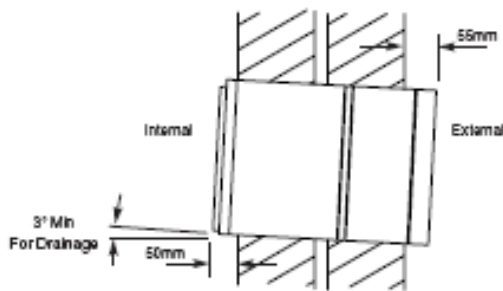

Fig. 6
2. A túlnyúlás mértéke kívül: 55mm, belül 50mm (fig.6), kondenz miatt döntés: min. 3 fok (fig.6)